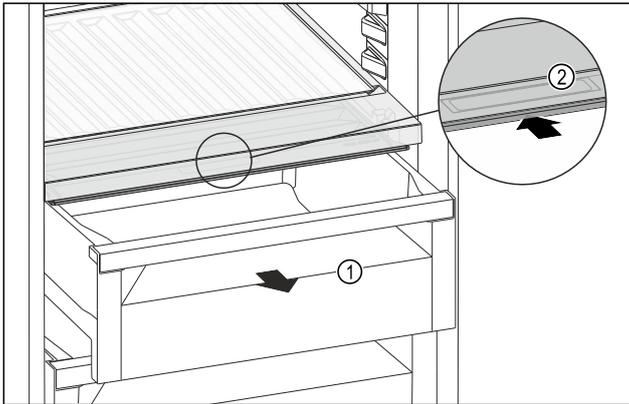

Fig. 159
- ▶ Витягніть висувний ящик Fig. 159 (1).
- ▶ Візьміться за потайну ручку Fig. 159 (2) на кришці відділення й одночасно посуньте кришку відділення назад.